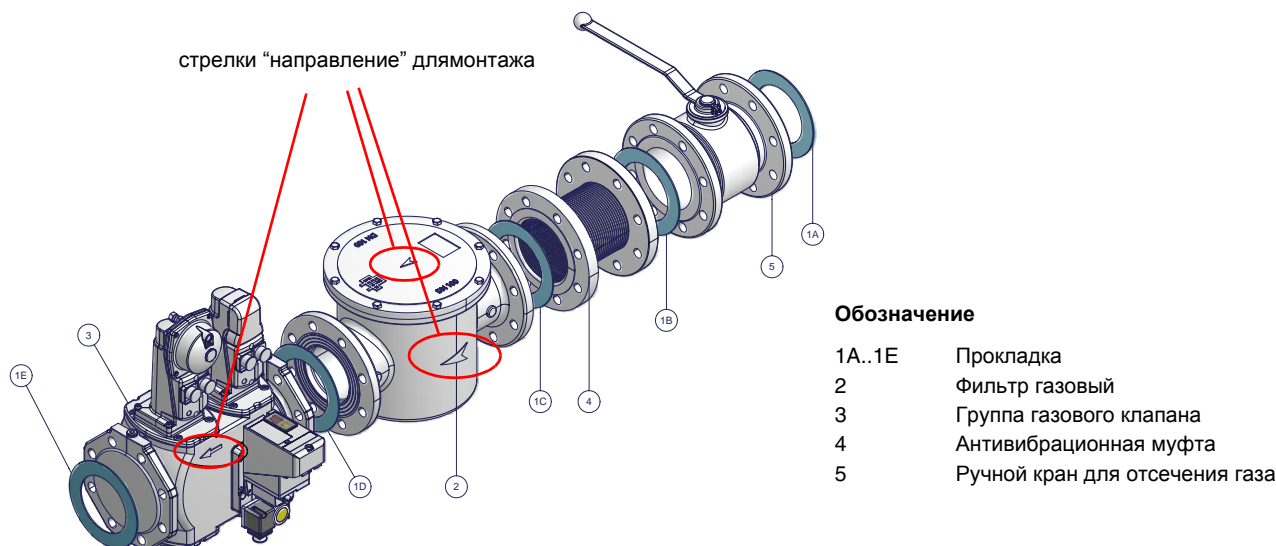

Рис. 6 - Пример газовой рампы
- 1 - б) при фланцевых соединениях: между соседними компонентами устанавливать прокладку (1А..1Е - Рис. 6), совместимую с используемым газом,
ВНИМАНИЕ: после монтажа газовой рампы согласно схеме на Рис. 6, необходимо провести тестирование на герметичность газового контура, согласно требований действующих нормативов.
⚠ ВНИМАНИЕ: после монтажа газовой рампы согласно схеме на Рис. 6, необходимо провести тестирование на герметичность газового контура, согласно требований действующих нормативов.